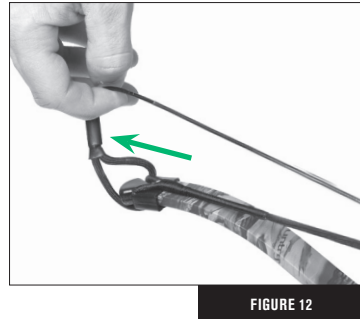

FIGURE 12
- Retire el encordador de la punta de la pala. (Fig. 12).